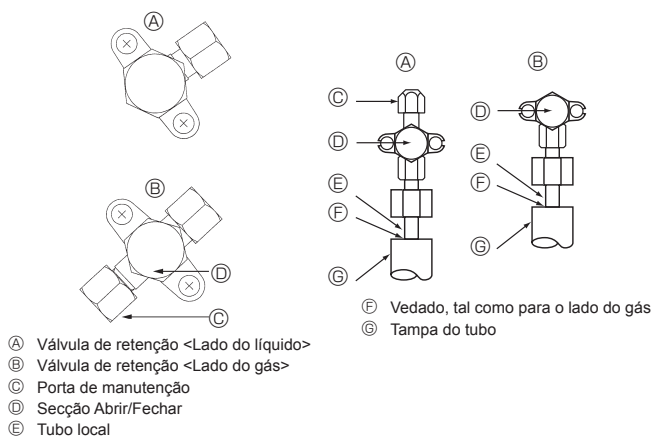

Fig. 4-5
4.4. Teste de vedação ao ar do tubo de refrigerante (Fig. 4-5)